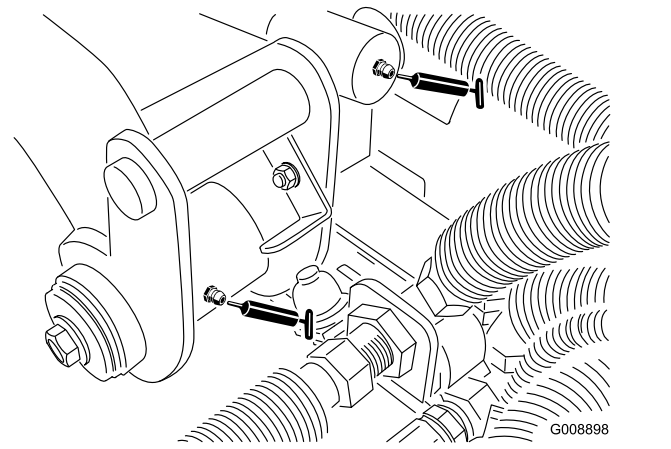

Figura 37
- 2 articulações do braço de elevação traseiro e cilindro de elevação (**Figura 37**)